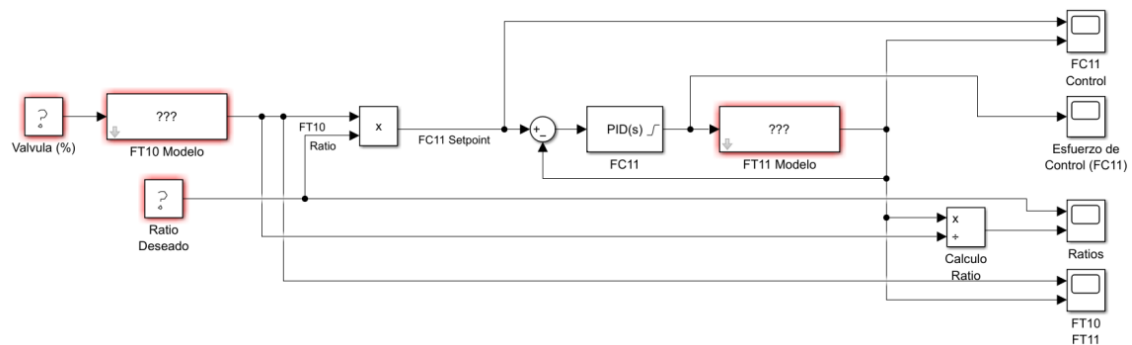

Figura 1: Diagrama de bloques en Simulink del control de ratio de caudal.
- 1) Simule un **control de ratio de caudal** para los caudales **FT10** y **FT11** en **Simulink**, de modo que el diagrama de bloques tenga una estructura similar a la mostrada en la **Figura 1**. Para ello, realice lo siguiente: